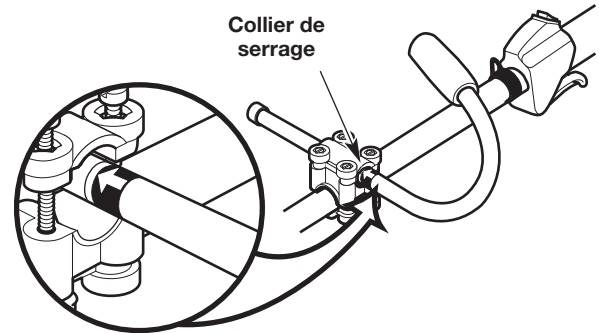

Fig. 5
5. Maintenez l'appareil en position de fonctionnement (Fig. 13) et relevez ou descendez la poignée dans le collier de serrage jusqu'à ce que la flèche/ligne de l'autocollant touche le collier de serrage (Fig. 5).